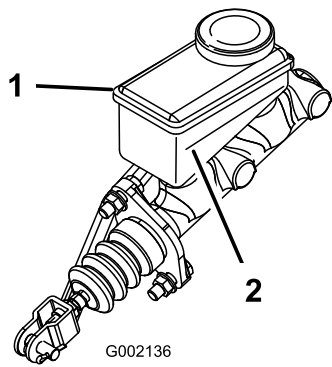

Figura 56
3. Mire el contorno del nivel de aceite en el lateral del depósito (Figura 56).
- B. Añada líquido de frenos DOT 3 al depósito hasta que el nivel esté por encima de la línea de mínimo (Figura 56).